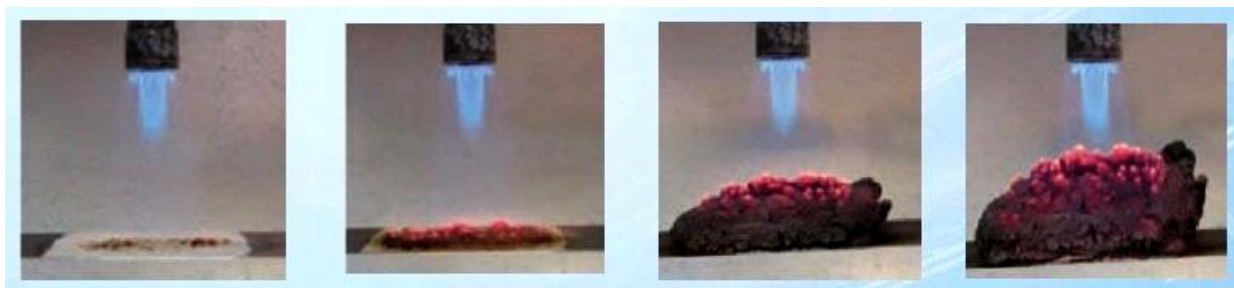

Figura 1.10¹²: Ação da tinta intumescente quanto exposta ao fogo.
- **revestimentos intumescentes:** consistem na aplicação de revestimentos (tintas) em substratos (estruturas metálicas, em alvenaria, madeira). Ao ser exposto a temperaturas superiores a 200 °C esses revestimentos experimentam uma expansão de volume tornando-se um filme isolante de espessura suficiente para inibir a ação das chamas sobre o material (Figura 1.10);